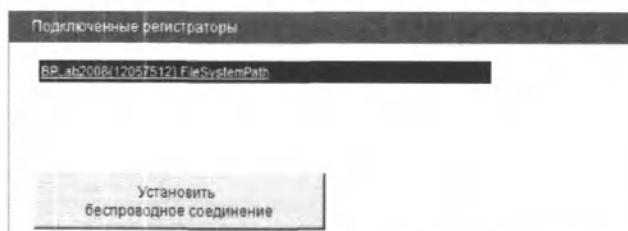

Рис. 6. Отображение подключенного регистратора в ПО «Полиспектр-СМ.NET».
2. В главном окне программы щелкните мышью по заводскому номеру подключенного регистратора, который отобразится в окне «Подключенные регистраторы» (см. Рис. 6).